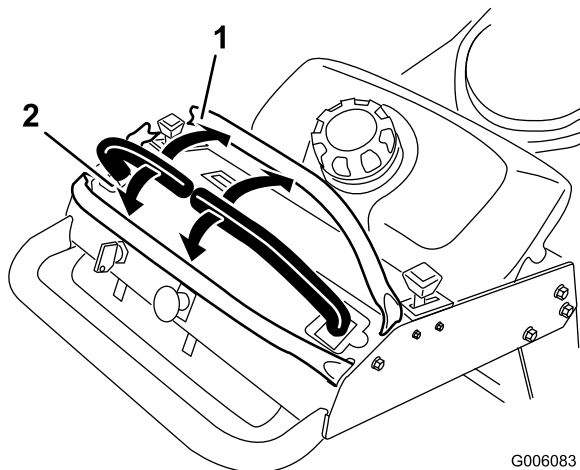

Figure 8
3. Pour vous déplacer en marche avant, poussez doucement les leviers de commande de déplacement vers l'avant (Figure 8).
Pour vous déplacer en ligne droite, appliquez une pression égale sur les deux leviers de déplacement (Figure 8).
Pour tourner, rapprochez du point mort le levier de commande correspondant à la direction que vous voulez prendre (Figure 8).
2. Pour vous déplacer en marche arrière, tirez doucement les leviers en arrière (Figure 8).
Pour tourner, relâchez le levier de commande correspondant à la direction que vous voulez prendre (Figure 8).